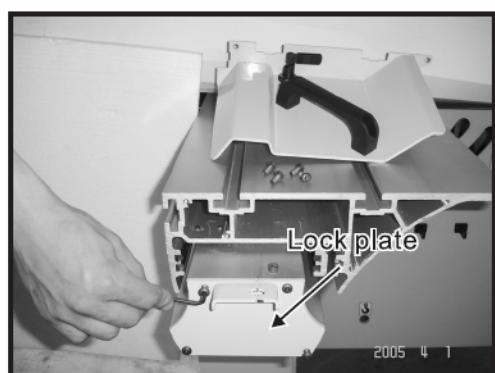

Fig. 26
2. Установите запорную пластину и закрепите ее 4 винтами, снятыми в предыдущей операции (см. рис. 26).